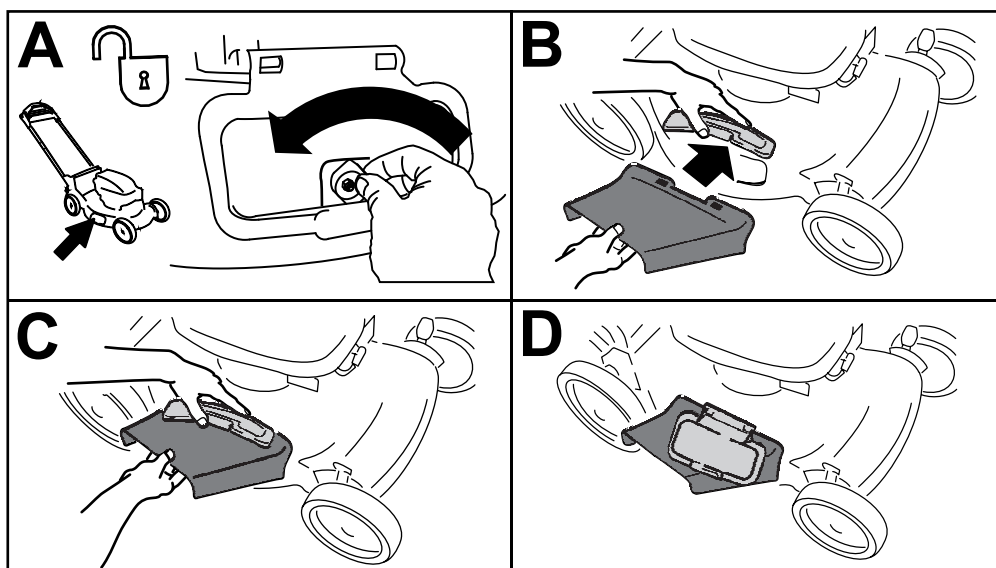

Figure 26
1. Déverrouillez le déflecteur d'éjection latérale (encadré A de la Figure 26).
2. Soulevez et ouvrez le déflecteur d'éjection latérale (encadré B de la Figure 26).
3. Montez la goulotte d'éjection latérale et fermez le déflecteur sur la goulotte (encadrés B, C et D de la Figure 26).